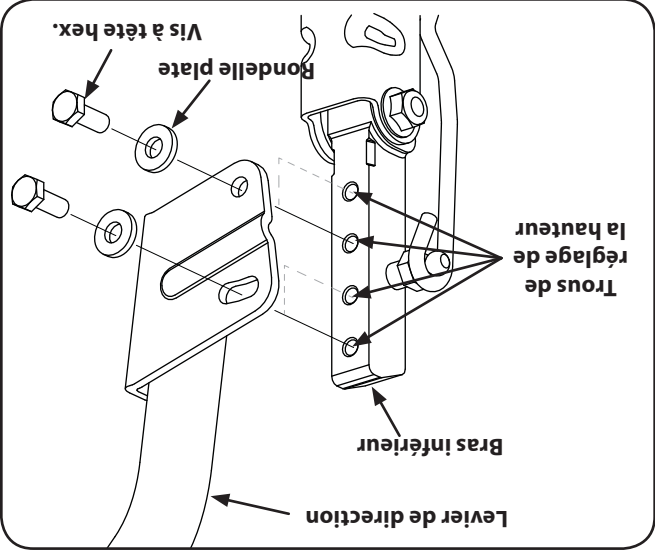

Figure 6-3
1. Si elle n'est pas déjà desserrée, desserrez la vis hex. et tournez le levier de direction vers l'avant ou vers l'arrière, à la position voulue. Voir la Figure 6-3.
2. Retenez le levier de direction pour l'empêcher de tomber et enlevez la vis hex. et la rondelle plate de la base du levier de conduite et du bras inférieur. Voir la Figure 6-3.